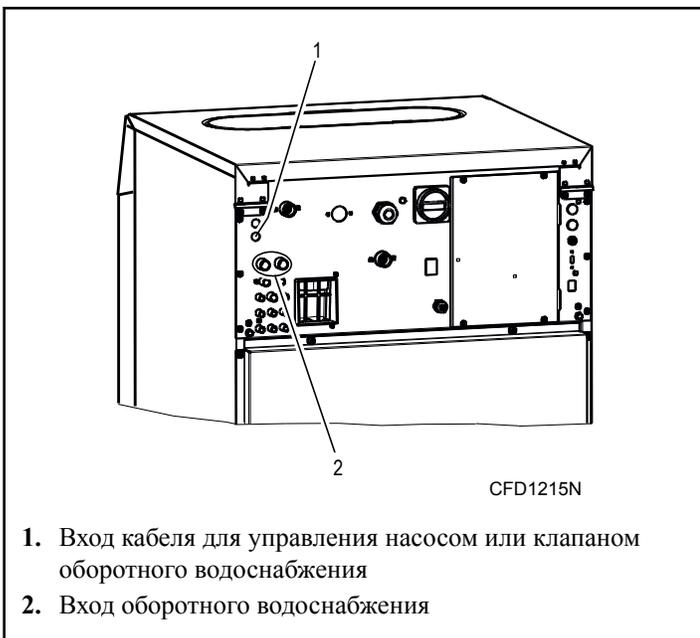

Рис. 22
- Используя сверло диаметром 15 мм [0,59 дюйма], высверлите защитные крышки на входе обратного водоснабжения. См. Рис. 22.
- Вставьте ввод кабеля в отверстие и протяните кабель через ввод. См. Рис. 22.